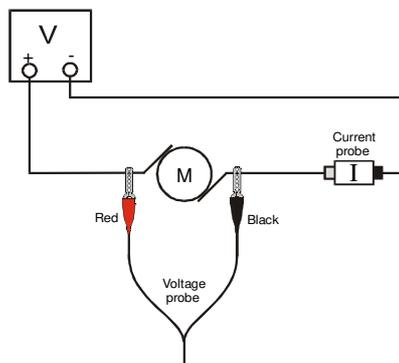

Abbildung 2
4. Verbinden Sie den Stromkreis wie in Abbildung 2 zu sehen ist. Achten Sie darauf, dass der positive Anschluss (rot) des Spannungsfühlers und der rote Anschluss des Stromsensors zum +Anschluss orientiert sind.